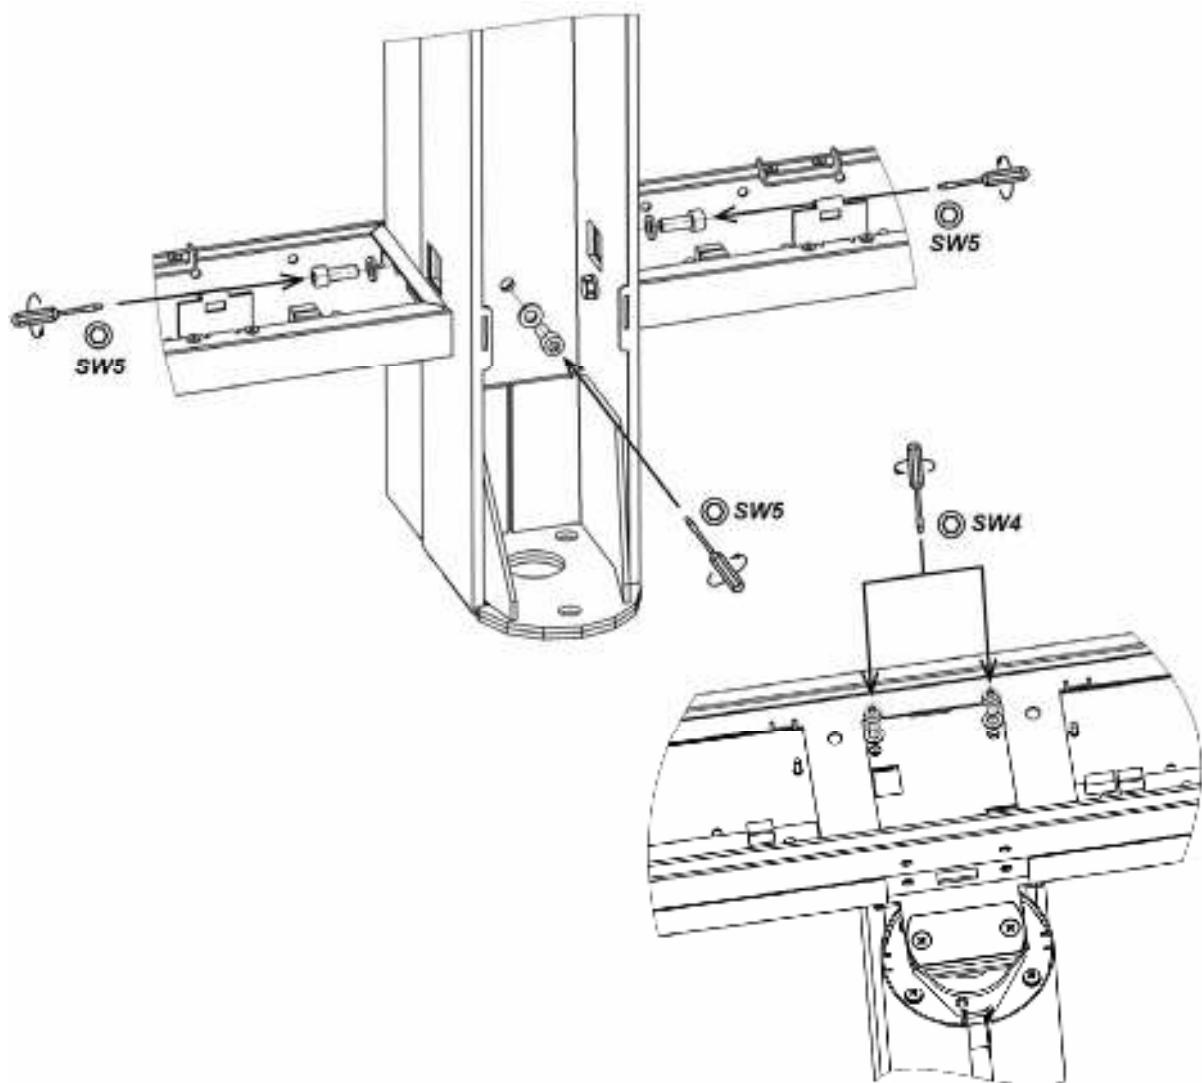

Рисунок 29. Демонтаж задней панели центральной стойки
1. Снимите крышку секции (10) (см. разд. 8.8.7).
2. Снимите блок индикации на центральной стойке (3) (см. разд. 8.8.6).
3. Снимите левую часть кожуха створки (4) (см. разд. 8.8.5).
4. Повернув створку в крайнее правое положение, снимите кожух центральной стойки (5) (см. разд. 8.8.1).
5. Снимите обе крышки нижнего короба (14) (см. разд. 8.8.8).
6. Для секции **PERCo-ST-01**: Снимите заднюю панель центральной стойки (6). Для этого открутите 2 винта M6×16 (под шестигранный ключ SW5) в нижних коробах, один винт M6×16 (под шестигранный ключ SW5) в нижней части центральной стойки и два винта M5×12 (под шестигранный ключ SW4) в верхнем коробе (см. рис. 29).